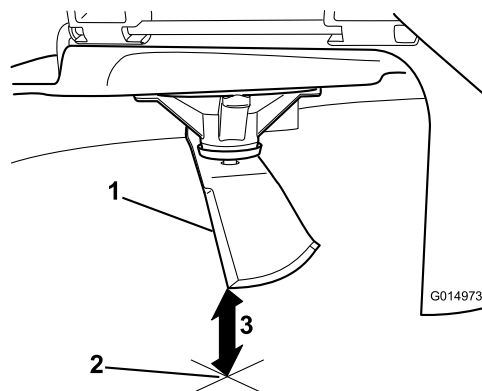

**Figura 95**
3. Distancia medida entre la cuchilla y la superficie (A)
4. Gire la misma cuchilla 180 grados de manera que el otro extremo esté en la misma posición (**Figura 95**).